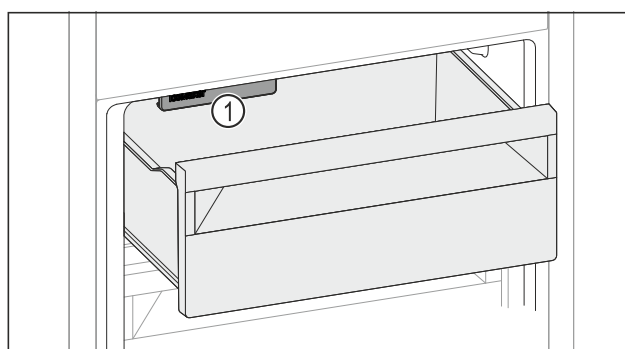

Fig. 178
- Dávejte pozor na IceMaker Fig. 178 (1).